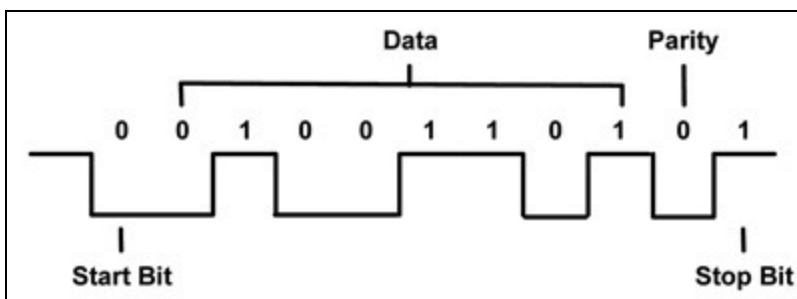

Figura C.1 Comunicazione seriale a livello di bit.
Nel Capitolo 2 avete appreso che le trasmissioni seriali richiedono solo tre fili: una massa comune, una linea (TX) per la trasmissione di dati e una linea (RX) per la ricezione di dati, come si può vedere nella Figura C.1.
Ora sapete come impostare il collegamento hardware tra i due dispositivi coinvolti in una trasmissione seriale, ma dovete ancora comprendere come vengono inviati i segnali elettrici corrispondenti. In sintesi, i due dispositivi devono stabilire un protocollo di trasmissione. Nella Figura C.1 potete vedere i segnali coinvolti nella trasmissione tipica di una serie di bit. Gli stati differenti di un bit sono rappresentati da due livelli di tensione ben distinti tra loro. In genere un bit a 0 è rappresentato da una tensione di 0V, mentre la tensione di 5V corrisponde a un bit che vale 1; altri protocolli di trasmissione utilizzano invece i livelli di tensione -12V e 12V.
- Il bit di parità o *parity bit* indica se il numero di bit trasmessi è pari o dispari. Questo bit permette di configurare un semplice test di controllo della trasmissione, che viene implementato raramente nelle trasmissioni odierne e risale ai tempi in cui le connessioni in rete erano meno affidabili di quanto lo siano oggi. Il controllo di parità può essere di tipo “nullo” (non è inviato alcun bit di parità), “dispari” (il bit di parità vale 1 se è dispari il numero di bit che valgono 1 nella parola dati, altrimenti vale 0) oppure “pari” (il bit di parità vale 1 se è pari il numero di bit a 1 della parola dati, altrimenti vale 0). Nell’esempio della Figura C.1 la parità è dispari e il bit di parità vale 0 perché ci sono 4 bit a 1 nella parola 01001101.